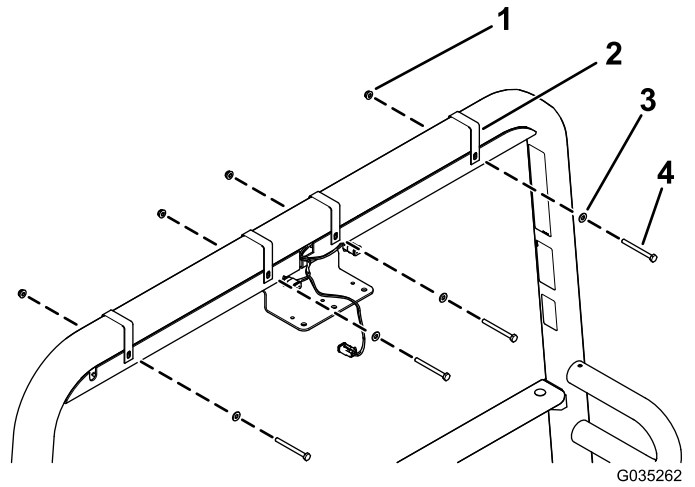

Figura 4
2. Fije los 2 perfiles de las luces al ROPS con los 4 soportes de bastidor de perfil de las luces, 4 pernos con cabeza hexagonal (1/4" x 2-3/4"), 4 arandelas planas (1/4") y 4 tuercas con arandela prensada (1/4"), según se muestra en la Figura 4.